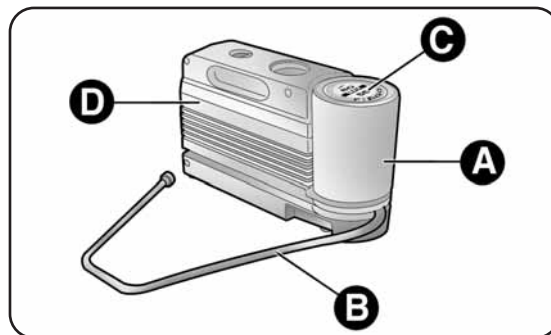

fig. 122a
- une bombe A-fig. 122a contenant le liquide de colmatage, munie de : tube de colmatage B et pastille adhésive C avec l'inscription « max. 80 km/h », à placer bien en vue (ex. sur le tableau de bord) après la réparation du pneu ;